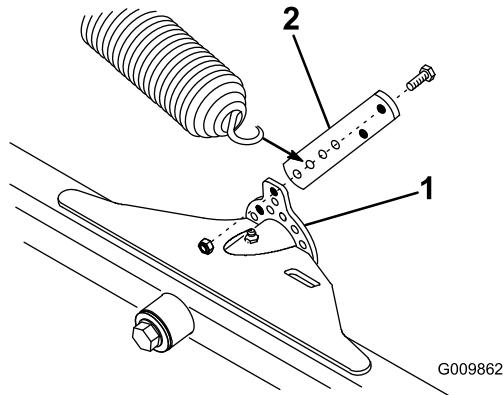

Figura 14
1. Monte un anclaje de muelle al lado interior trasero de cada pestaña de elevación de las unidades de corte delanteras con 2 pernos (1/4 x 3/4 pulg.) y contratuerca, según se muestra en Figura 14.
2. En las unidades de corte delanteras, enganche el muelle en el segundo taladro desde abajo (posición N° 3) del anclaje del muelle (Figura 14).